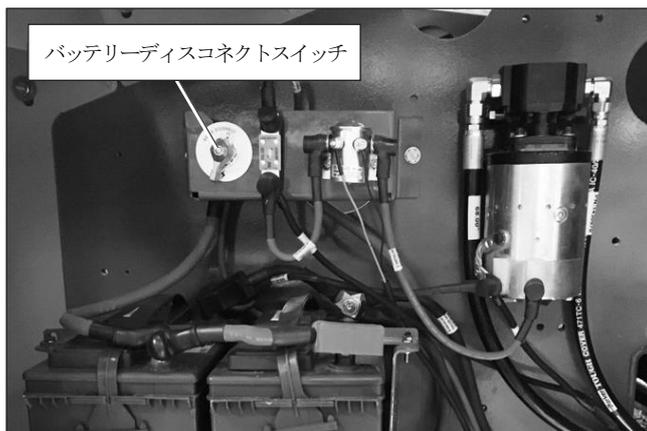

図 10.1 - バッテリーディスコネクトスイッチ
1. バッテリーディスコネクトスイッチをオンにします（図 10.1 を参照）。